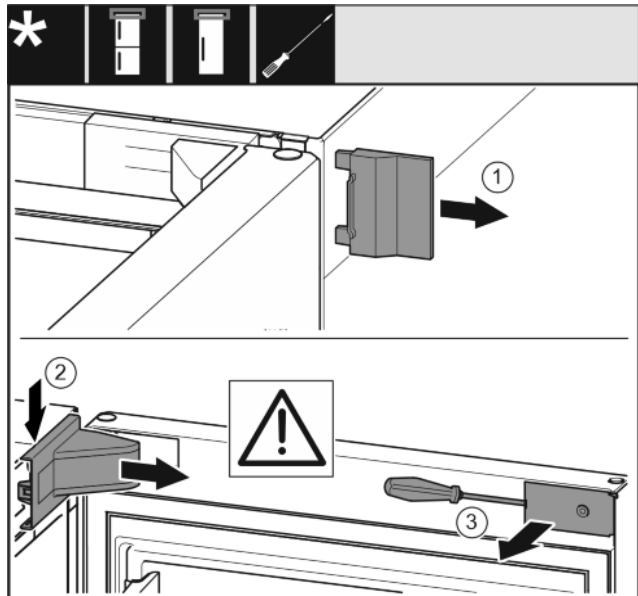

Fig. 9
- ▶ Äußere Abdeckung abnehmen. *Fig. 9 (1)*
- ▶ Lagerbockabdeckung ausrasten und lösen. Lagerbockabdeckung abnehmen. *Fig. 9 (2)*
- ▶ Blende mit Schlitzschraubendreher ausrasten und zur Seite schwenken. *Fig. 9 (3)*